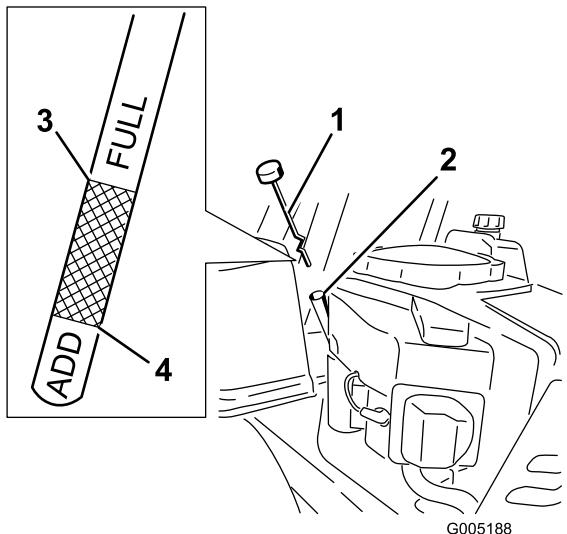

Figura 30
4. Tirate e rimuovete il tappo dell'olio/l'asta di livello; rimuovete l'olio. Reinserite l'asta di livello e premete con forza in sede (Figura 30).
(Figura 30).
- Togliete il tappo/asta del rabbocco dell'olio (Figura 30).
- Versate lentamente nel tubo di rifornimento (Figura 30) l'80% circa dell'olio indicato.
- Montate il tappo/asta di rabbocco dell'olio (Figura 30).
- Controllate il livello dell'olio (Figura 30); vedere Controllo del livello dell'olio.
- Montate il tappo/asta di rabbocco dell'olio e serrarli stretti (Figura 30).